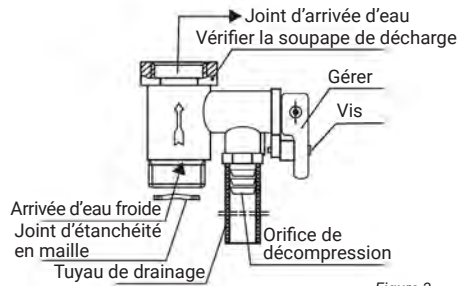

Figure 3
① La soupape de sécurité (originale de identification d'usine 0.8MPa) dans les accessoires seront installés sur le joint de entrée d'eau (comme indiqué dans la figure 3), et la matière première. La ceinture doit être enroulée jusqu'à assurer l'étanchéité.
Le sens de la flèche doit être compatible avec le sens d'écoulement entrée d'eau du chauffe-eau électrique (comme indiqué sur la figure 3). le joint d'étanchéité du réseau sera installé à l'entrée de soupape de sécurité eau froide, et le tuyau de vidange sous pression.
- ② Le tuyau d'eau relié à l'électricité. Le chauffe-eau doit pouvoir résister à une pression de 0,8 MPa et à une température supérieure à 100 °C, et le joint doit être enveloppé d'un ruban d'étanchéité pour assurer l'étanchéité.
- ③ Lorsque de l'eau est utilisée, elle doit pouvoir s'écouler sans problème.
- ④ Dans des conditions normales d'utilisation, la poignée de la soupape de sécurité (Fig. 3) doit être ouverte régulièrement pour éliminer les dépôts de carbonate de calcium. La méthode est la suivante : tirez la poignée d'évacuation vers le haut en position horizontale (si la poignée est équipée de vis, veuillez retirer les vis avec un tournevis avant d'effectuer cette action) et confirmez si la soupape de sécurité est bloquée (en cas d'évacuation d'eau) . S'il est bloqué, veuillez contacter le service de maintenance.